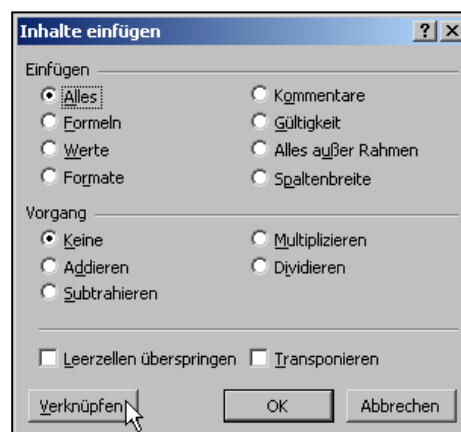

Bild 8: Die Daten aus dem Projektblatt als Verknüpfung in das Blatt Übersicht einfügen.
7. Klicken Sie in dem nun erscheinenden Dialogfeld ganz unten links auf die Schaltfläche *Verknüpfen* (vgl. Bild 8).